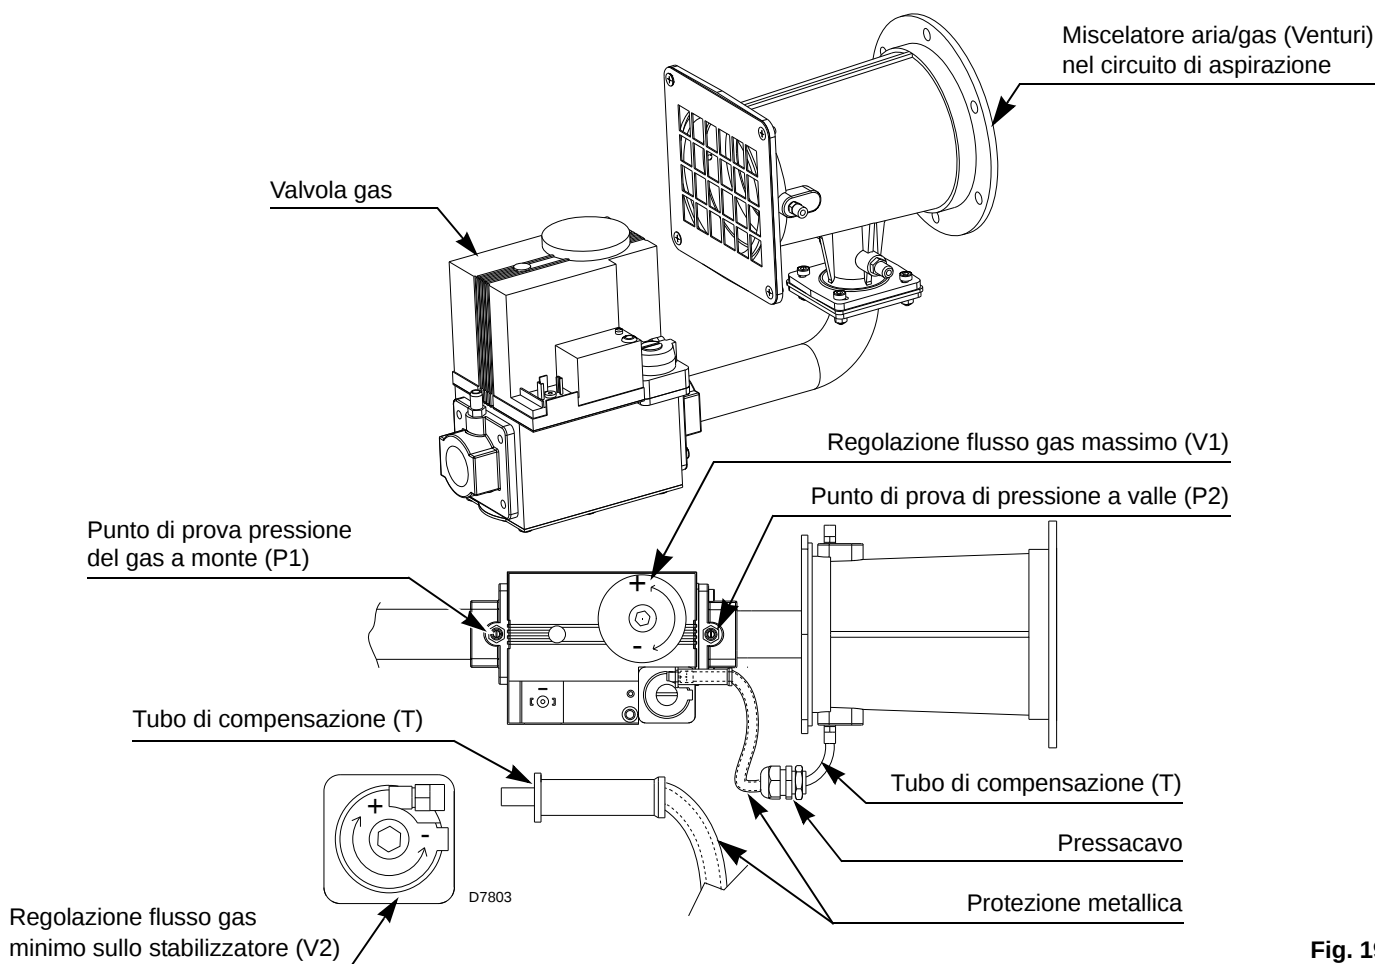

Fig. 19
Il tubo (T) (Fig. 19) tra valvola-Venturi consente di compensare l'accidentale occlusione dell'aspirazione mediante la riduzione del gas erogato.
- sfiatare l'aria dalla tubazione del gas mediante la vite sulla presa P1)(Fig. 19 a pag. 20).
Ruotare leggermente in senso antiorario la vite V1)(Fig. 19 a pag. 20) posta sul miscelatore della valvola gas.
La regolazione della portata di gas è ottenuta utilizzando le due viti V1 e V2 (Fig. 19 a pag. 20).